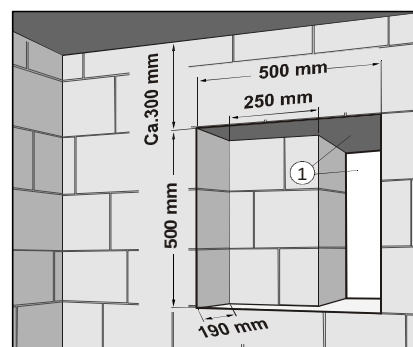

Abb. 1
- 1 Stk. Mauerkasten (A)
- 1 Stk. Kartoneinlage (B)
- 1 Stk. Putzschutzdeckel mit Schutzkappe (C)
- 2 Stk. Blindrohrabschnitte (D)
- Füllstück M-WRG-M/Fü (E) Art.Nr. 5575-5
Bei einem Neubau ist von einem Architekten bzw. Fachplaner der Mauerdurchbruch mit Nische an einer geeigneten Stelle im Bauplan einzuzeichnen und bei der Erstellung des Rohbaus auszuführen. Bei Einsatz des Füllstücks M-WRG-M/Fü ist der Durchbruch in voller Breite (Größe der Nische) auszuführen. Bei einem nachträglichen Unterputzeinbau stellen Sie sicher, dass im Bereich des Durchbruchs keine Versorgungsleitungen liegen und der Durchbruch den statischen Erfordernissen vor Ort genügt. Bei Bedarf Sturz einziehen. Mauernische und Durchbruch (1) nach Maßskizze herstellen. (Abb. 1)